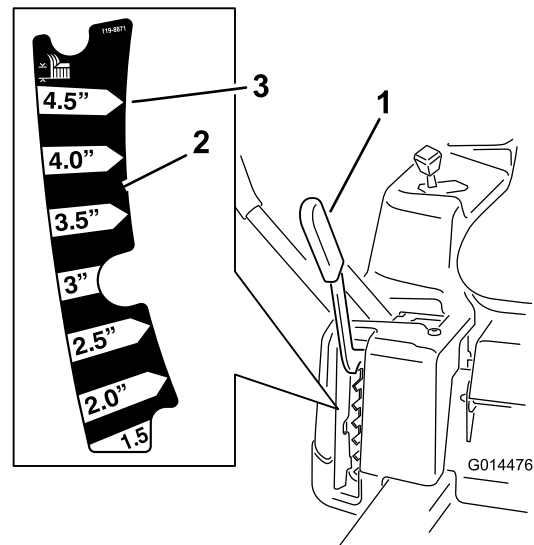

Figure 9
- Relevez le levier de sélection de hauteur de coupe en position de transport, à la position de réglage 4,5 (qui correspond aussi à la hauteur de coupe de 115 mm) (Figure 9).